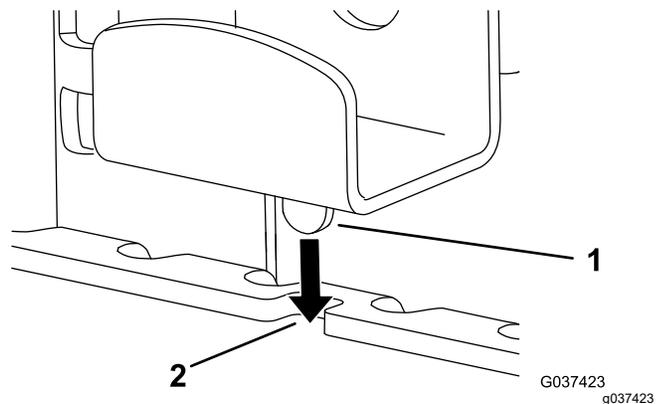

Bild 19
2. Lösen Sie das Handrad und senken die obere Halterung ab; setzen Sie die Nase in die Kerbe in der Scharnierhalterung (**Bild 19**).